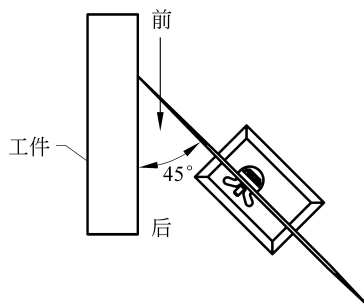

图 3-17 普通划线盘的操作
(4) 普通划线盘的操作要点如下。
① 使用划线盘进行划线操作时,应使针架基本处于水平状态,针架与被划工件表面的夹角在 45° 左右,并要自前向后地拖动底座进行划线,如图 3-17 所示。
(4) 高度尺的操作要点如下。
① 使用高度尺进行划线操作时,刀头尖端(刀尖)与被划工件表面的夹角约为 45° ,并要自前向后地拖动尺座进行划线,可参考图 3-17。
② 拖动尺座进行划线时,同时还要适当用力压住尺座,防止出现尺座摇晃和跳动现象。
③ 进行精密划线时,应检查刀尖和副尺游标的零位是否准确。检查方法是首先移动